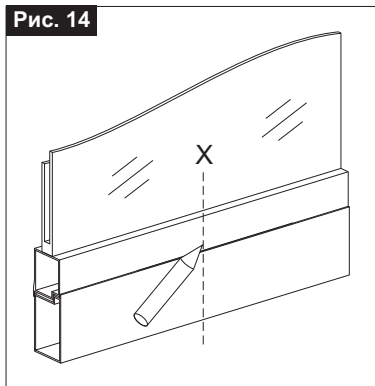

Рис. 15
- 3) **Рис. 15-** Механизм крепления цепи следует располагать по центру линии, используя специальную метку (Поз. 1); боковая метка (Поз. 2) должна находиться с правой стороны;